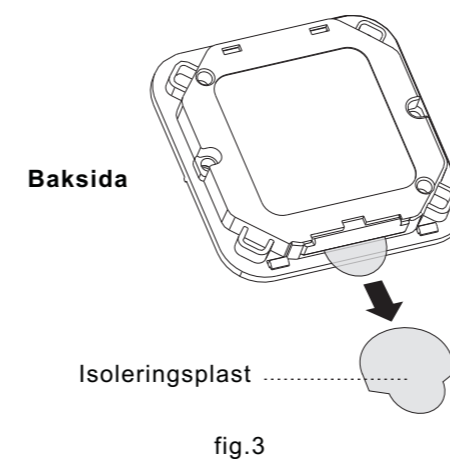

fig.3
- 3.3.1.2 Dra isoleringsplasten rakt ut. (se fig.3)